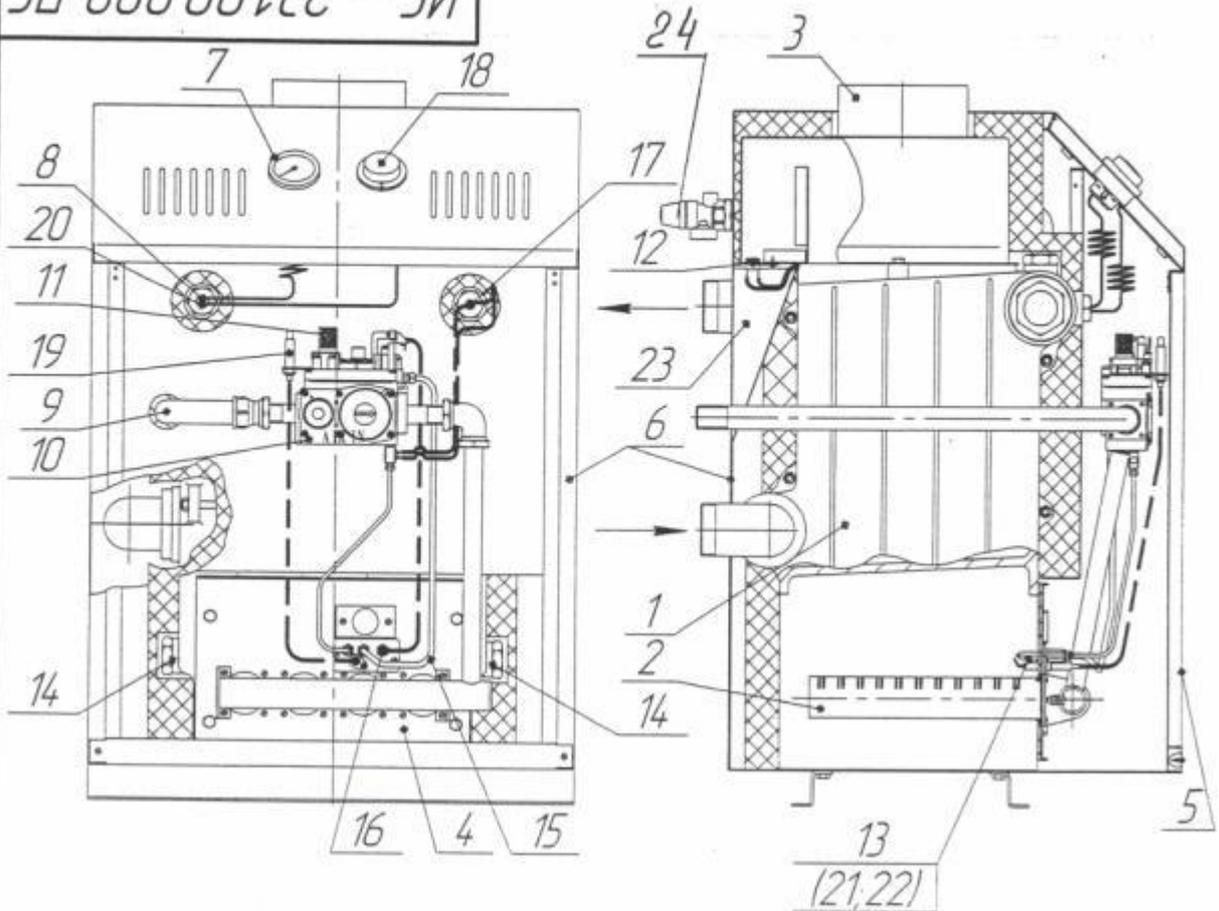

Рис. 2. Конструкция котла.
Конструкция котла представлена на рис. 2.
4.2 Конструкция котла представлена на рис. 2. Котел рис. 2 состоит из следующих основных узлов и деталей: чугунного теплообменника поз.1, листа фронтального поз. 4 с закрепленными на нем трубами горелки поз. 2, газоотвода поз.3, дверки поз. 5, облицовки (кожуха) поз. 6, указателя температуры воды поз. 7 с датчиком поз.8, газоподводящей трубки поз.9. При превышении избыточного давления воды в теплообменнике значения 4 кг/см2 срабатывает предохранительный клапан поз. 24, сбрасывая воду в канализацию до уменьшения давления в теплообменнике.
Автоматика котла состоит из комбинированного газового клапана поз. 10, регулируемого термостата поз. 18 с датчиком поз. 20, предельного термостата с датчиком тяги поз. 17, датчика тяги поз. 12, блока запальной горелки поз. 13, установленного на фронтальном листе поз. 4. Блок пилотной горелки, рис. 2а, включает в себя запальную горелку, термопару поз. 21, милливольтный
Рис. 2а. Схема расположения горелки запальной относительно основной.
5.6 Перед началом монтажа необходимо провести расконсервацию котла, проверить правильность его сборки в соответствии с рис. 1 и рис. 2А, и убедиться в надежном и полном закреплении всех деталей и сборочных единиц.
6.2.1 Откройте дверцу 5 (см. рис. 2).